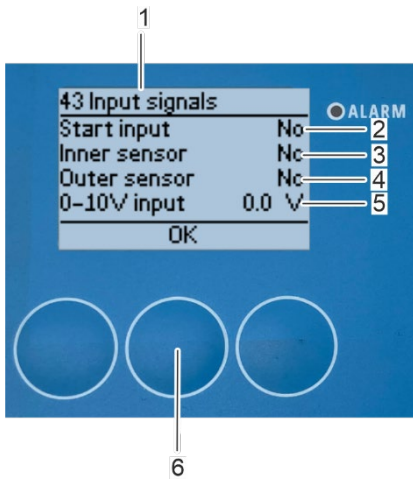
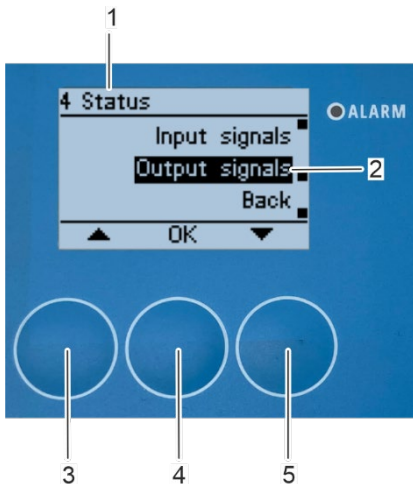

Abbildung 177: Untermenü „43 Eingabesignale“
Abbildung 178: Öffnen Untermenü „Ausgangssignale“
Die Eingangssignale „*Starteingang*“ (Abbildung 177/2), „*Innerer Sensor*“ (Abbildung 177/3) und „*äußerer Sensor*“ (Abbildung 177/4) zeigen „Ja“ an, wenn ein Eingangssignal vorhanden ist. Der „*0 - 10 V Eingang*“ (Abbildung 177/5) zeigt die aktuell anliegende Spannung in einem Bereich von 0 bis 10 V an.
- Drücken Sie [OK] (Abbildung 177/6), um zum Untermenü „4 Status“ (Abbildung 178/1) zurückzukehren.
⇒ Das Untermenü „4 Status“ erscheint auf dem Bildschirm (Abbildung 178/1).
- Wählen Sie das Untermenü „Ausgangssignale“ (Abbildung 178/2) mit den Pfeiltasten [nach oben] (Abbildung 178/3) und [nach unten] (Abbildung 178/5).
- Bestätigen Sie die Auswahl mit [OK] (Abbildung 178/4).